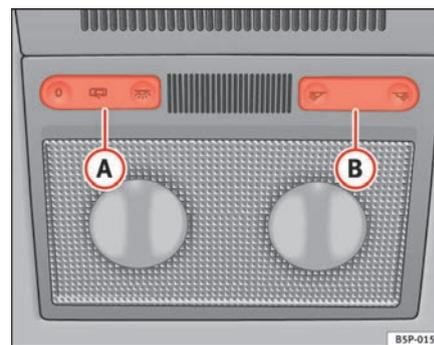

Fig. 78 Forro interior do tejadilho: iluminação dianteira do habitáculo
Com o comando \Rightarrow fig. 78 (A) pode seleccionar as seguintes posições:
Premir o comutador para a posição O \Rightarrow fig. 78.